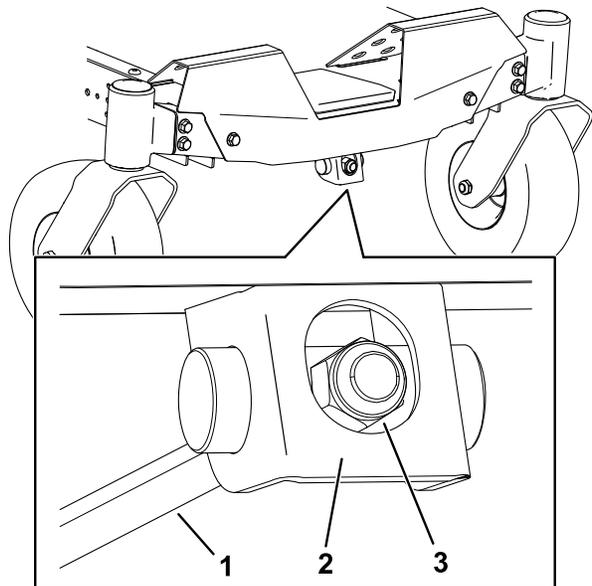

Рисунок 69
1. Поверните регулировочную гайку в передней части газонокосилки (Рисунок 69).